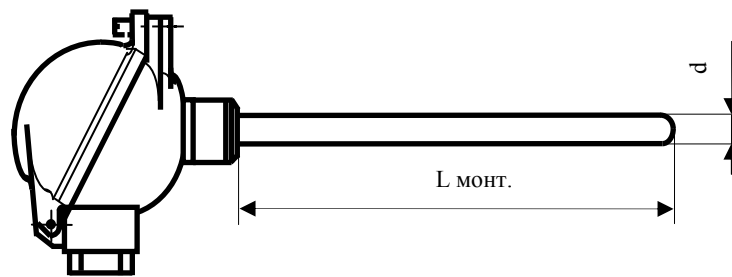

Рисунок 1. □□Термопреобразователь ТСП 002 модель 1
- Внешний вид и основные размеры термометра представлены на рис. 1, 2, 3.